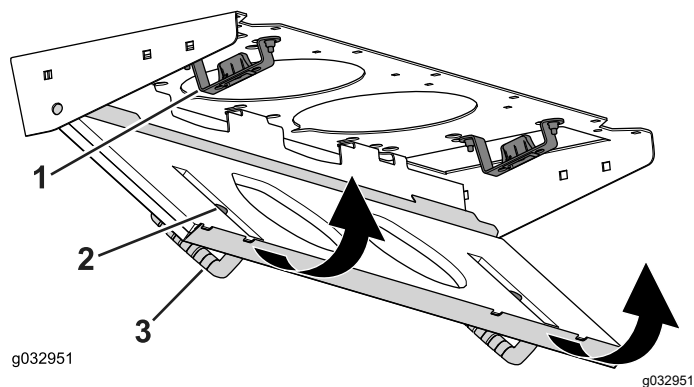

図 136
4. フィルタスクリーンを回転させてラッチをラッチ取り付けアセンブリにロックする 図 136。